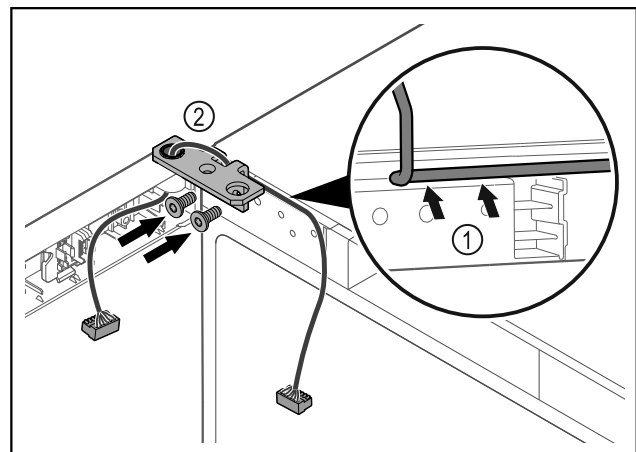

Fig. 43
- ▶ Introdurre il cavo nel foro della cerniera angolare e posarlo con cautela Fig. 43 (1).
- ▶ Avvitare la cerniera angolare Fig. 43 (2).